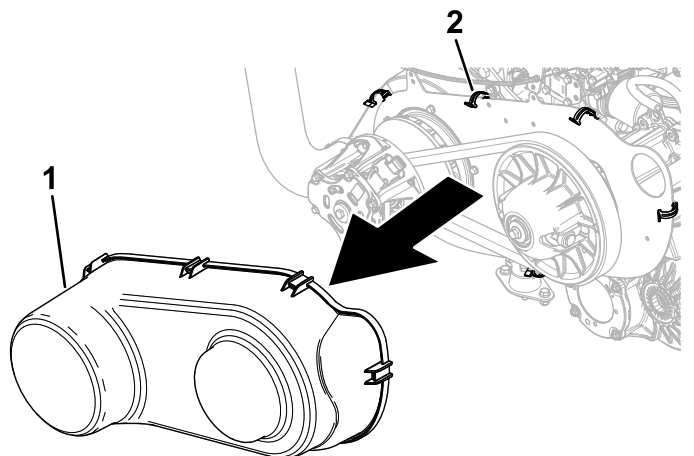

Figura 93
5. Sganciate le 6 molle di serraggio che fissano il copricinghia e rimuovete la copertura (Figura 93).
8. Montate il copricinghia (Figura 93).
10. Montate il copricinghia (Figura 93).